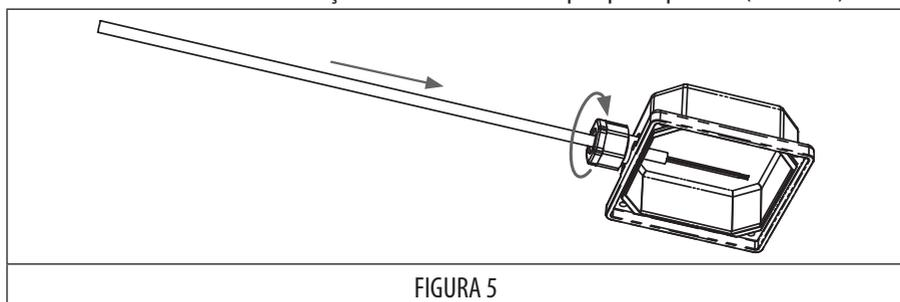

FIGURA 5
3. Passe o cabo de alimentação através da caixa de empanque e aperte-o. (FIGURA 5)